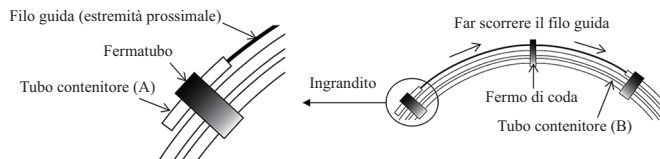

Figura 2
- Rilasciare il filo guida dal fermo di coda e farlo scorrere lentamente, spingendone l'estremità distale attraverso il tubo contenitore (B) (Figura 2).